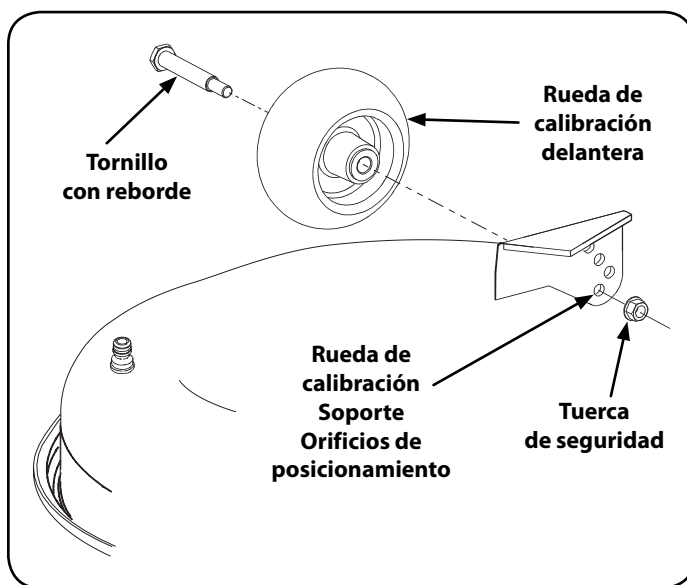

Figura 8
- Retire la tuerca de seguridad que fija uno de los tornillos con reborde de las ruedas de calibración delanteras a la plataforma. Retire la rueda de calibración y el tornillo con reborde. Vea la Figura 8.